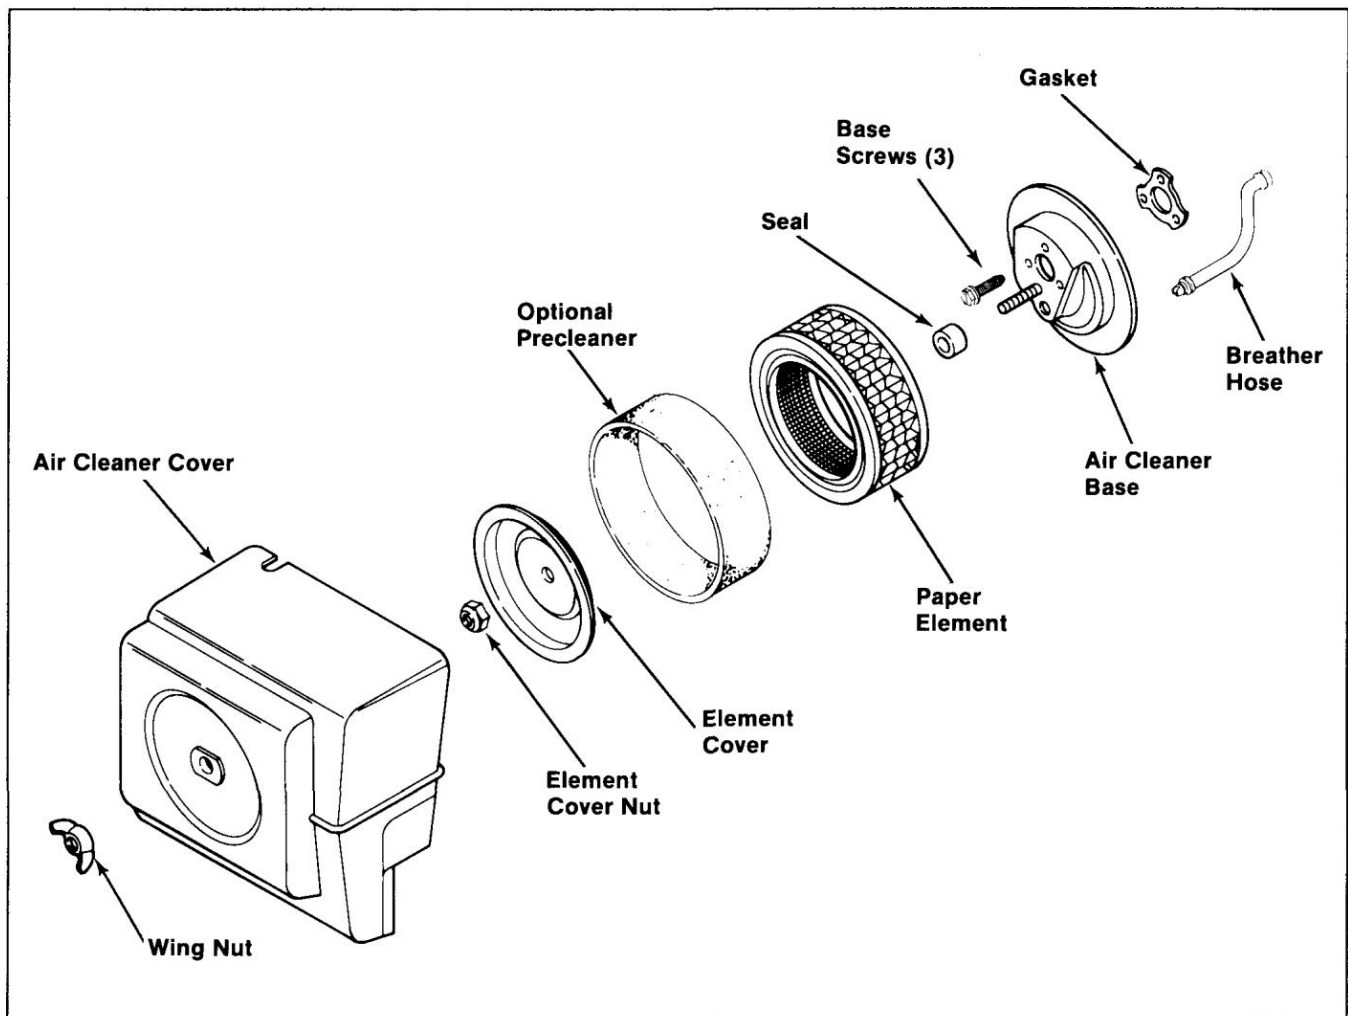

Figure 5-2. K181 nouveau look, ensemble de filtre à air.
2. Couvercle d'élément et écrou de couvercle d'élément - Sur les moteurs K181 New Look uniquement, assurez-vous que le couvercle d'élément n'est pas plié ou endommagé. Vérifiez que l'écrou du couvercle de l'élément est bien fixé pour sceller l'élément entre la base du filtre à air et le couvercle de l'élément. Serrez l'écrou à un couple de 50 po-lb. Reportez-vous à la figure 5-2.